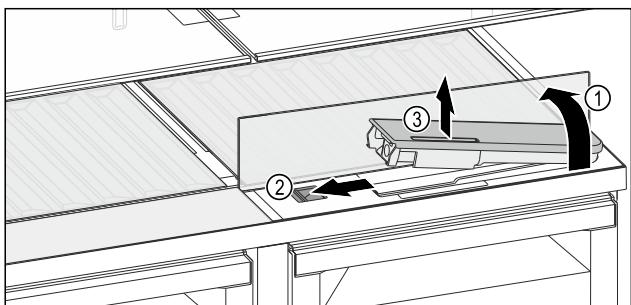

Fig. 129
- ▶ 抬起玻璃隔板，将其向后翻转至止挡 Fig. 129 (1)。
- ▶ 向左推滑块 Fig. 129 (2)。
- ▶ 取出水箱 Fig. 129 (3)。